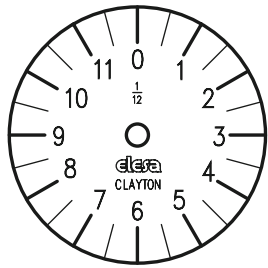

Fig.5
- 2.1** Cada giro completo de la aguja grande (roja) corresponde una fracción de giro de la aguja pequeña (negra). El número de giros que la aguja roja debe efectuar para hacer que la aguja negra efectúe un giro completo, constituye la relación del indicador. Ejemplo: relación 12:1 significa que son necesarios 12 giros de la aguja roja para que la aguja negra efectúe un giro completo (fig. 5). Todo el campo de regulación debe ser cubierto en este caso por no más de 12 giros del volante. A cada giro del volante la aguja negra indica 1/12 de todo el cuadrante.